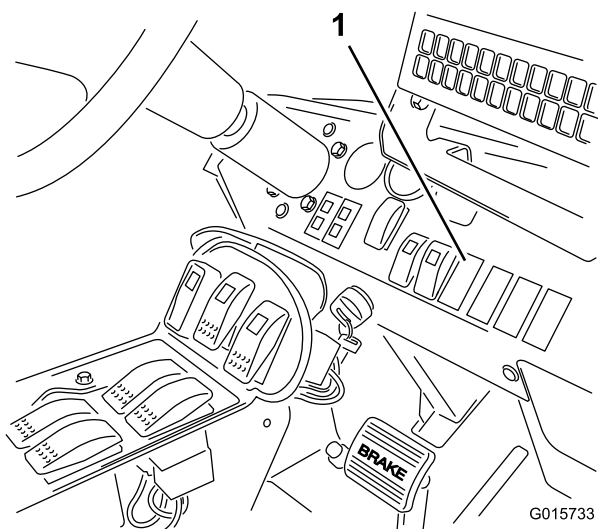

Figura 21
2. Retire el tapón del interruptor del salpicadero, en la posición mostrada en Figura 21.